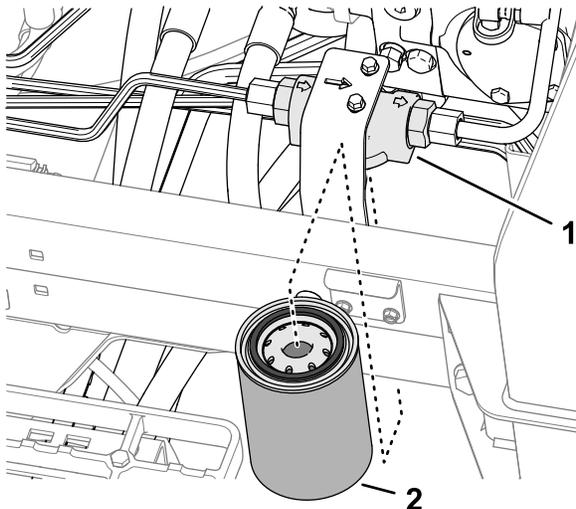

Figura 117
3. No lado esquerdo da máquina, alinhe um recipiente de drenagem debaixo do filtro de carga (Figura 117).